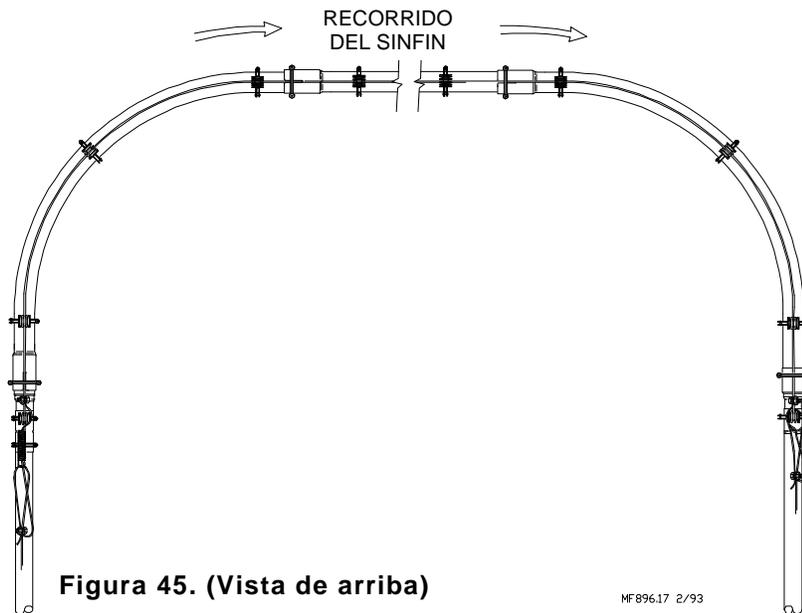

Figura 45. (Vista de arriba)
11. Las abrazaderas con antiperchero deben instalarse alrededor de los codos, como se muestra en la **Figura 45**.
Se provee alambre antiperchero para ser usado alrededor de los codos. Encajarlo en la ranura central de los aisladores en los codos y en los aisladores directamente antes y después de los codos. Ver la **Figura 45**.